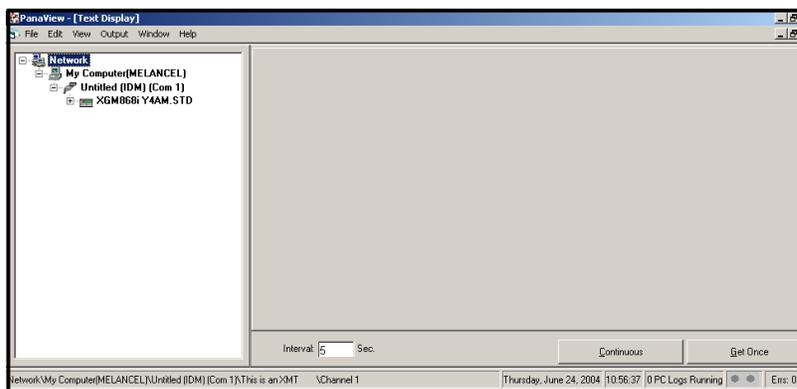

Figura 19: Finestra di visualizzazione del testo.
2. Utilizzando il *menu Window* (Finestra) come descritto nel *Manuale d'uso di PanaView*, disponete le finestre aperte nel formato desiderato. Nella Figura 19 viene mostrata la finestra *Text Display* nella sua dimensione massima (a schermo intero).
5. Prima di poter visualizzare i valori effettivi dei dati nel riquadro di testo, attivare una delle seguenti modalità di ricezione dati (vedere Figura 19 a pagina 49):